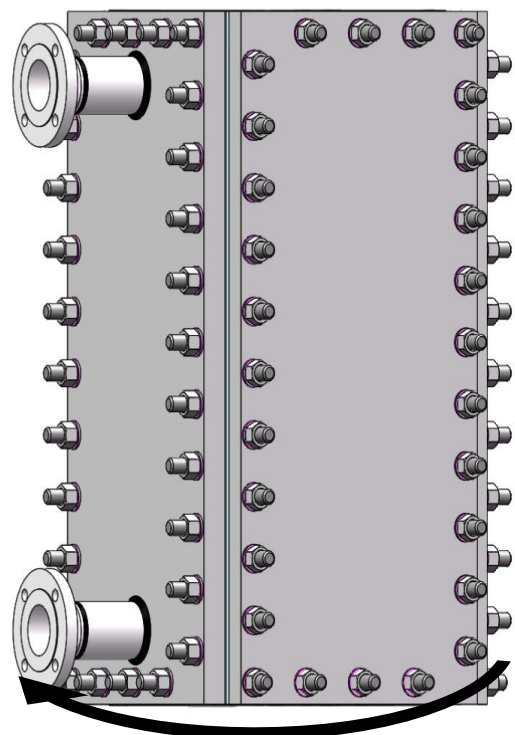

Abbildung 20
- Die Richtung zum Vorspannen wie in Abbildung 20 beachten.